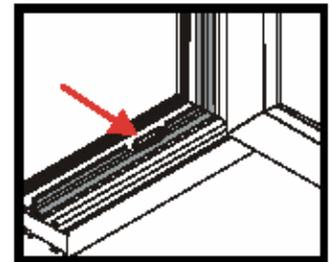

Bild 3
- o Prüfen und ggf. freilegen der äußeren Entwässerungsöffnungen (siehe Bild 3)